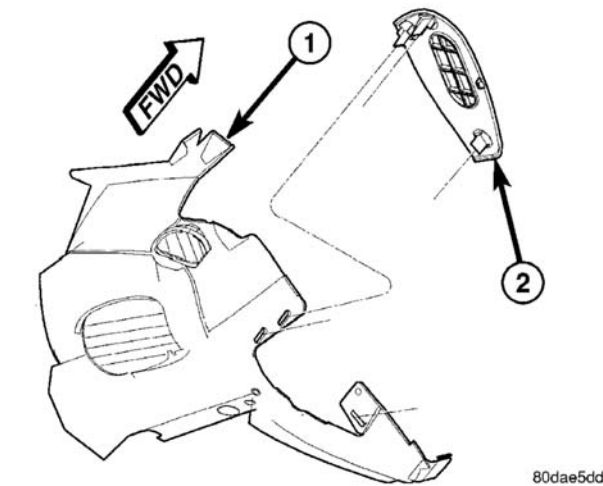

图 9 仪表板端盖
- (1) 打开乘员侧前门。
- (2) 使用装饰板撬杆，将固定端盖至仪表板的夹子脱离（图 9）。
(1) 将端盖放置到固定槽上并用力卡入到位（图 9）。
(2) 关闭乘员侧前门。